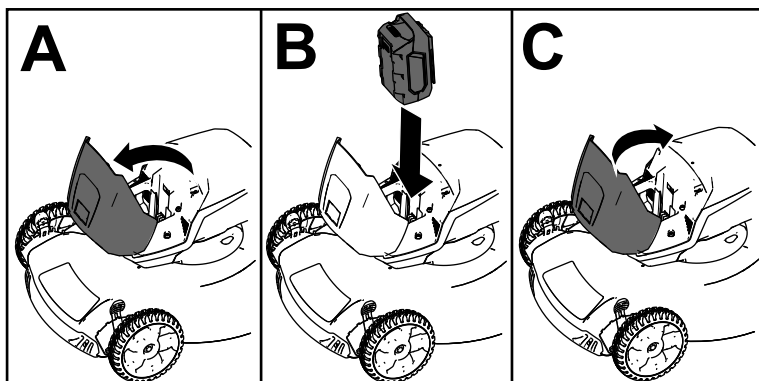

Figura 10
2. Ridicați capacul compartimentului pentru acumulator (A din Figura 10).
3. Aliniați canalul acumulatorului cu limba de pe mână și glisați acumulatorul în compartiment până când se fixează prin blocare (B din Figura 10).
4. Închideți capacul compartimentului pentru acumulator (C din Figura 10).